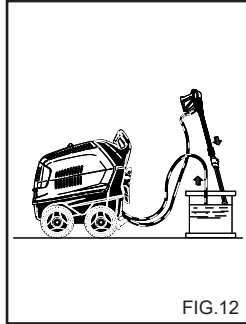

FIG.12
Dette kapitel behandler kun de modeller som er udstyret med "trykregulerende" anordning. Trykregulatoren, fig. 12, giver brugeren mulighed for at indstille arbejdsstrykket. Når knap C drejes mod uret (B) (minimum), nedsættes driftstryk.
## ANVENDELSE AF ANTI-FROSTVÆSKE (fig. 12)